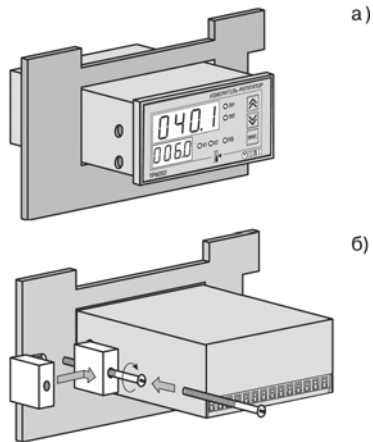

Рис. 13
1. Вставить прибор в специально подготовленное отверстие на лицевой панели щита (см. *прил. А* и **рис. 13, а**).
2. Вставить фиксаторы из комплекта поставки в отверстия на боковых стенках прибора (**рис. 13, б**).